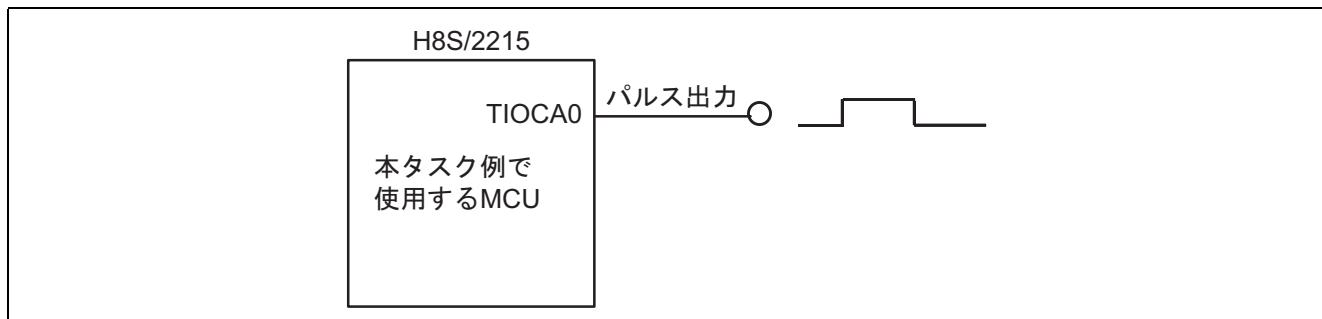

図 1 パルス出力の一例
- 図 1 に示すように、16 ビットタイマパルスユニットのタイマ設定によりコンペアマッチ時にセットされたデューティ 50% の波形を出力します。